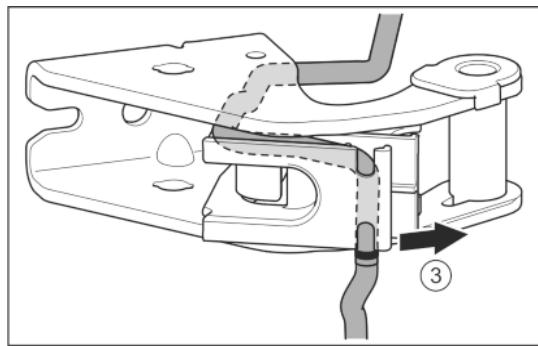

Fig. 27
- Высвободить кабель из направляющей. Fig. 27 (3)